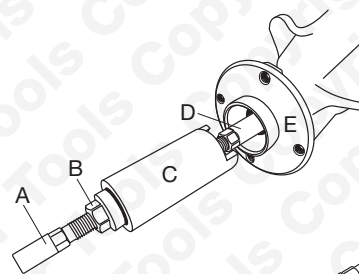

Fig 2
- Individuare l'attrezzo assemblato e avvitare la vite di forzatura centrale A nell'adattatore D. (Fig 2)